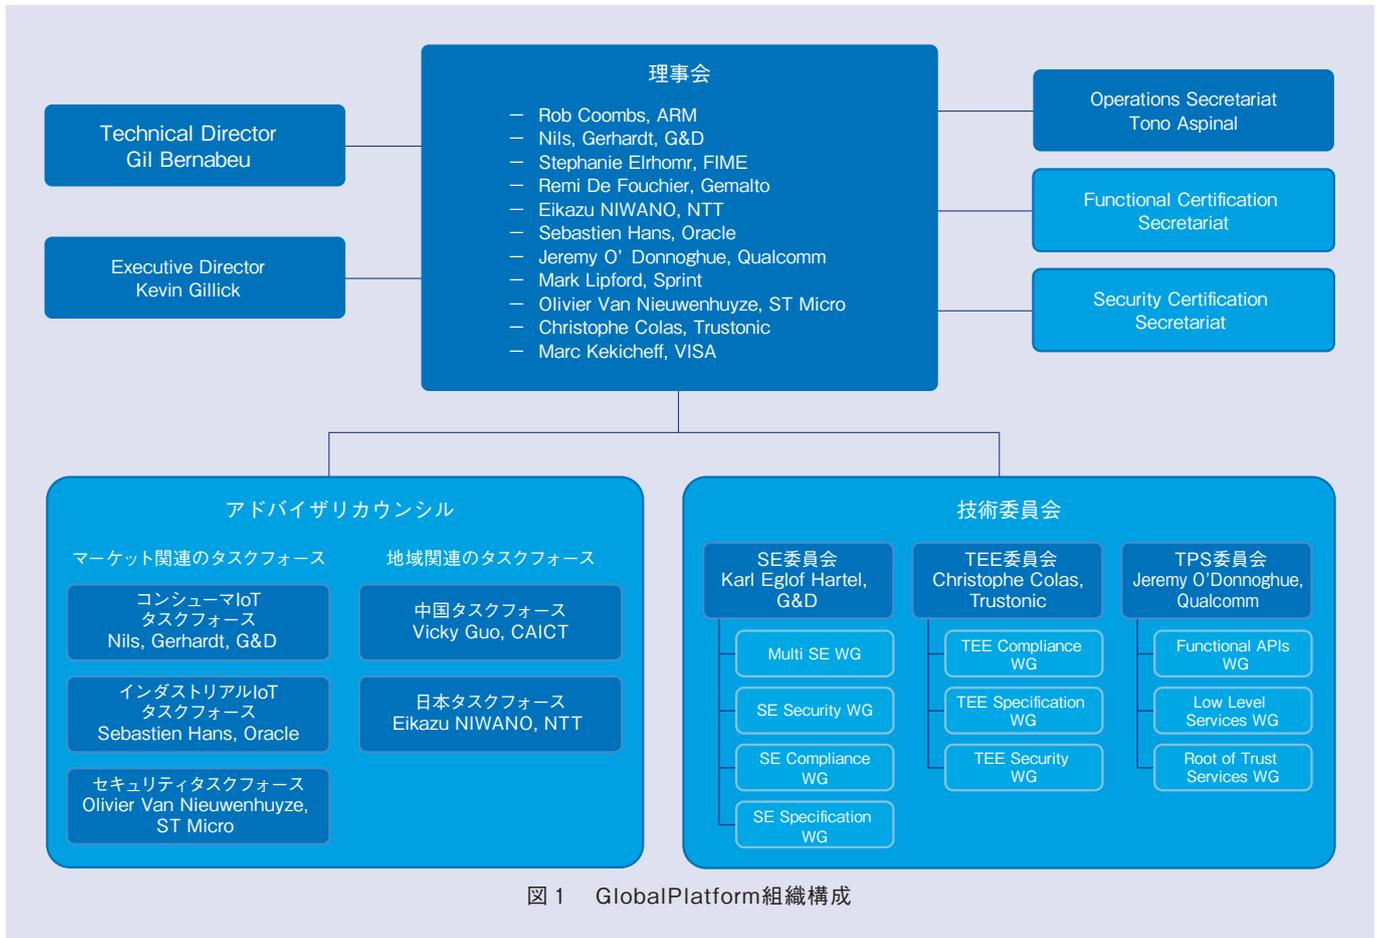

図1 GlobalPlatform組織構成
GlobalPlatform (GP)⁽¹⁾ はこのようなICカード内のアプリケーションプログラム管理に関する国際標準化組織として1999年に設立された団体です (図1)。特にICカード発行後にIC